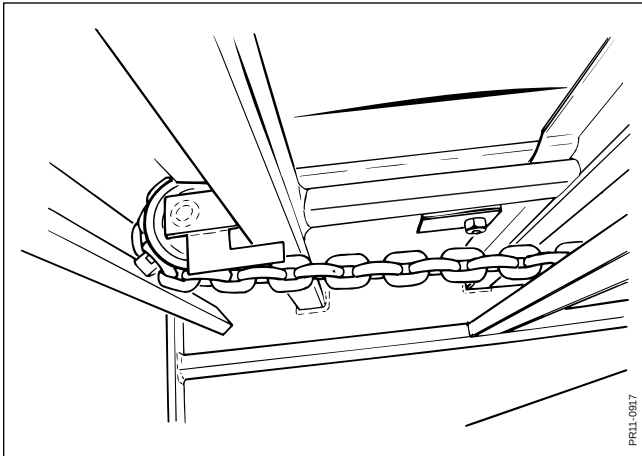

Fig. 5-7
- Fig. 5-7** Kontermuttrarna **A** lossas och ställskruvarna **B** spänns lika mycket på båda sidor.